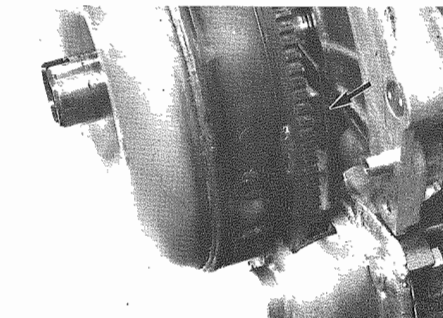

Fig. 7 - Viti di fissaggio convertitore
- Allentare le viti di fissaggio (4) (**Fig. 7**) e smontare il convertitore di coppia dalla flangia di fissaggio.
- Loosen fixing screws (4) (**Fig. 7**) and disassemble converter from fixing flange.